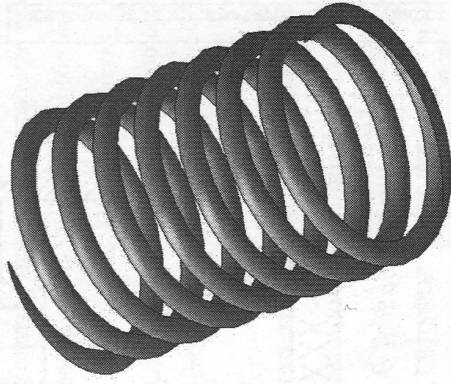

Рис. 49. Модель пружины
5. Подрезаем пружину с двух сторон, создавая опорные поверхности. Результат моделирования изображен на рис. 49.